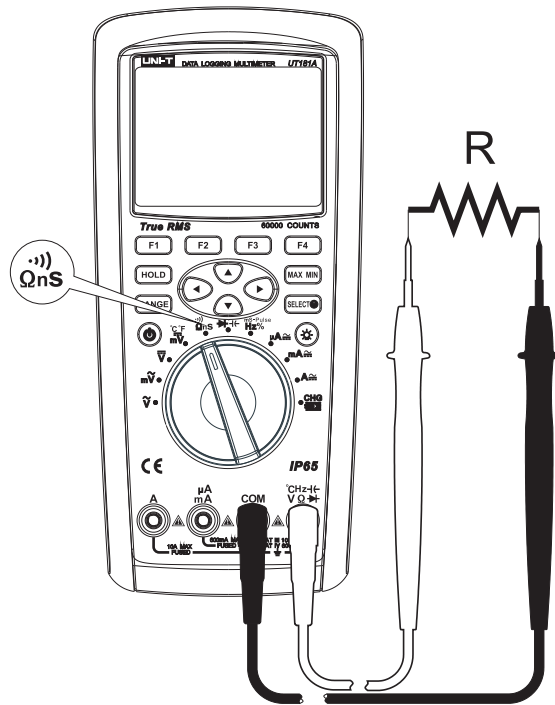

图8
- 2) 将仪表的旋钮开关转到“ Ω nS”测量档，默认当前为电阻测量 Ω 档，如图8，将表笔并联到被测电阻两端。
- 2) 将仪表的旋钮开关转到“ Ω nS”测量档，按SELECT键选择电导60nS测量档，如图8，将表笔并联到被测电阻两端。
- 2) 将仪表的旋钮开关转到“**Ωns**”测量档，按SELECT键选择通断测试档“**•|•**”，如图8，将表笔并联到被测电阻两端。按功能键MENU(菜单)进入菜单项，如按SHORT(菜单)键，则蜂鸣器选择短路发声警告，被测两端之间电阻 $<10\Omega$ ，蜂鸣器连续发声 $>50\Omega$ ，蜂鸣器不发声。如按OPEN(菜单)键，则蜂鸣器选择开路发声警告，被测两端之间电阻 $>50\Omega$ ，蜂鸣器连续发声， $<10\Omega$ ，蜂鸣器不发声。